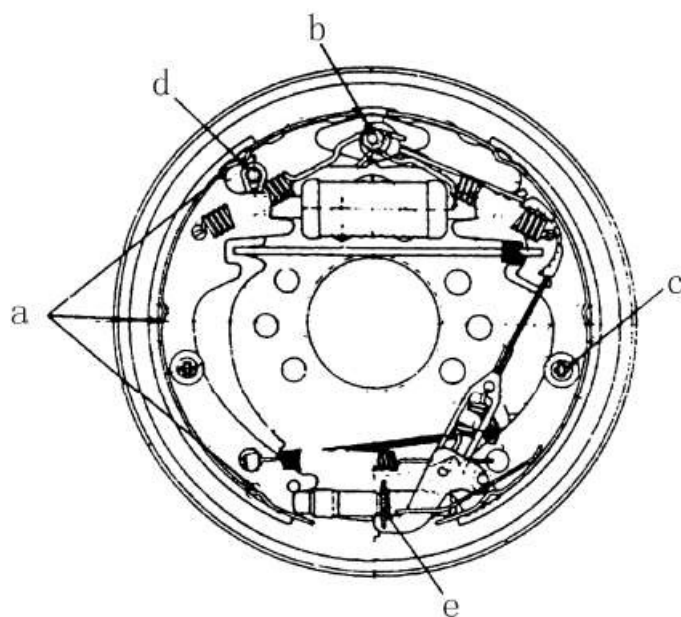

Рис. 3-20.
4) Как показано на Рис. 3-20, нужно нанести температуростойкую консистентную смазку во всех местах, но чтобы не попало на фрикционную накладку.